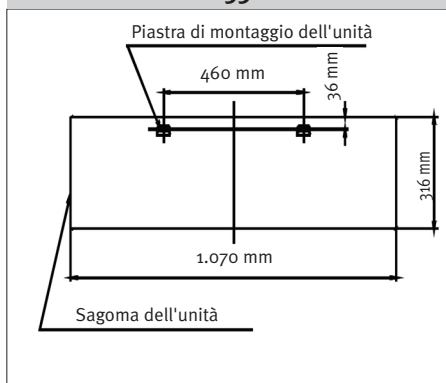

Figure 4.1
- 5 Ricavare le misure dalle figure 4.1 e segnare il punto del foro.